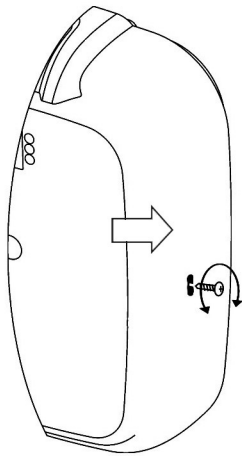

Рисунок 5. Снятие крышки пульта управления.
-Для того, чтобы снять крышку пульта управления, нужно открутить винт тонкой крестовой отверткой. Расположение винта показано на рисунке 5. После чего концом отвертки нужно еще раз нажать в отверстие, которое указано стрелкой (рисунок 5).